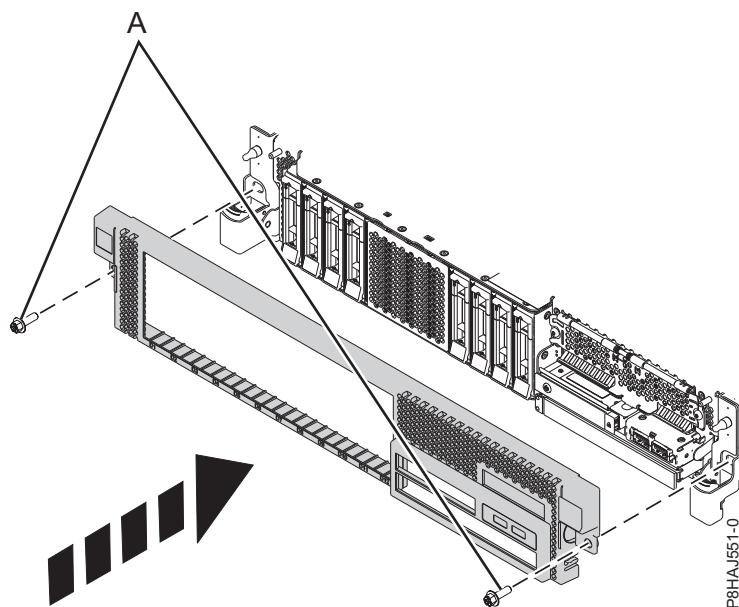

Figura 32. Instalar a tampa anterior
3. Fechar os fechos empurrando-os na direcção apresentada na Figura 32 na página 53. A tampa fica encaixada e tem uma reentrância que lhe permite segurá-la mais facilmente.
4. Volte a colocar os parafusos de transporte (A).